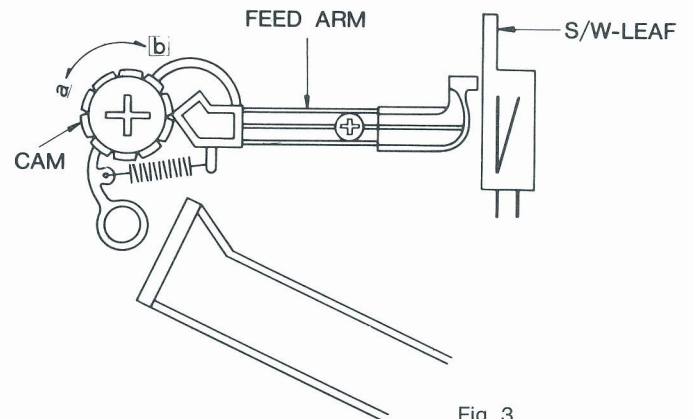

Fig. 3
- Durch Drehen im Uhrzeigersinn verschiebt sich der Abstellpunkt nach außen (Fig. 3)
- Lock Tone Arm to the Arm Rest and turn adj. screw (Fig. 3).